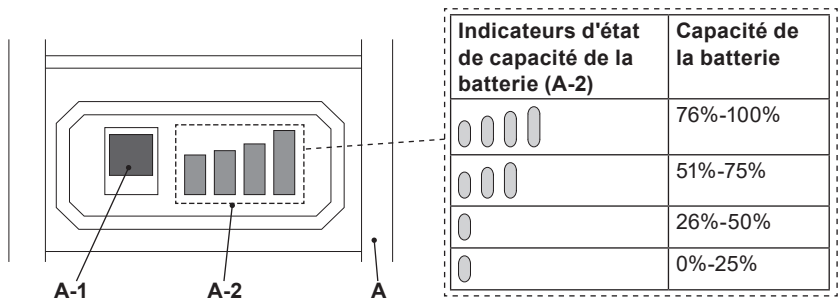

Fig. 5
La batterie (A) est équipée d'indicateurs de capacité (A-2) qui affichent la capacité restante de la batterie. Appuyer sur le bouton de capacité de la batterie (A-1) pour en vérifier la capacité (Fig. 5). Les LED restent allumées pendant environ 5 secondes.